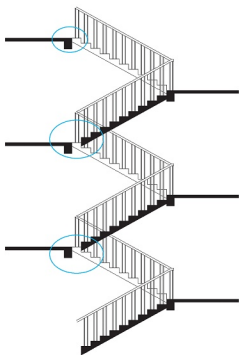
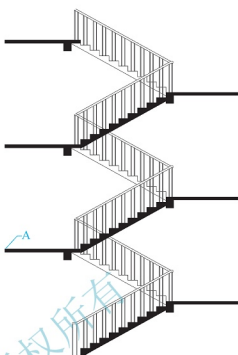
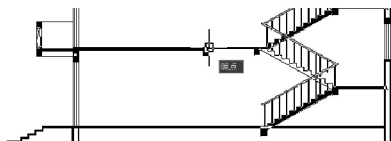
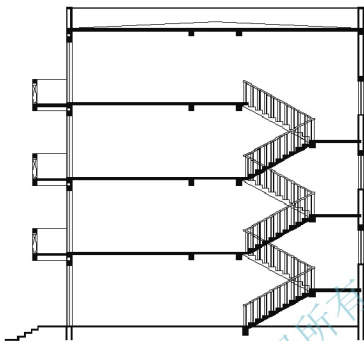

图 4.117 阵列生成其他楼梯
图 4.118 修整楼梯
图 4.120 指定插入点
图 4.121 复制生成楼梯
(7) 阵列生成其他楼梯，参数设定为 3 行、1 列、行偏移 3300，结果如图 4.117 所示。
(8) 图 4.117 内的圆圈处上下行梯段的前后关系不正确，需将其修整成如图 4.118 所示的状态。
(1) 同时打开“1 : 100 剖面图”文件和“楼梯”文件，并将“楼梯”文件置为当前，然后执行菜单栏中的【编辑】|【带基点复制】命令。
(2) 在 **_copybase 指定基点:** 提示下，选择如图 4.118 所示的 A 点作为复制的基点。
(3) 在 **选择对象:** 提示下，将绘制好的楼梯全部选中，按 Enter 键结束命令。
(4) 执行菜单栏中的【窗口】|【1 : 100 剖面图 .dwg】命令，将“1 : 100 剖面图”文件设置为当前文件。
(5) 执行菜单栏中的【编辑】|【粘贴】命令，或按 Ctrl+C 快捷键，在 **指定插入点:** 提示下，捕捉如图 4.120 所示处，这样就将楼梯跨文件复制到“1 : 1 剖面图”中，结果如图 4.121 所示。